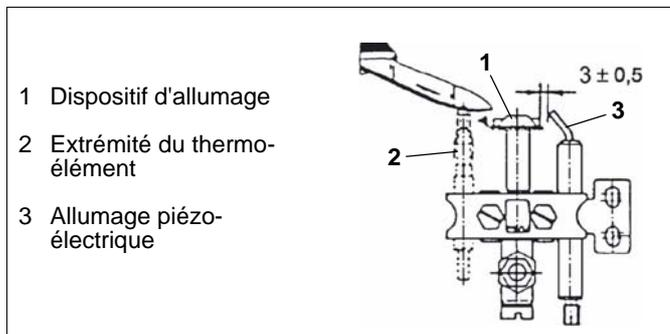

Fig. 14 Dispositif d'allumage
Afin de garantir l'allumage correct du brûleur, il est nécessaire de maintenir l'allumage piézo-électrique (3 / Fig. 14) et le dispositif d'allumage (1 / Fig. 14) en parfait état de propreté et bien secs.
- ⇒ Nettoyez soigneusement le dispositif d'allumage et la fente (1 / Fig. 14).
- ⇒ Pour nettoyer l'extrémité du thermoélément (2 / Fig. 14), n'utilisez pas de papier émeri. Le capteur ne doit présenter aucune fêlure.
- ⇒ La distance entre l'allumage piézo-électrique (3 / Fig. 14) et le dispositif d'allumage (1 / Fig. 14) ne doit pas dépasser $3 \pm 0,5$ mm, car l'allumage pourrait ne pas fonctionner correctement.